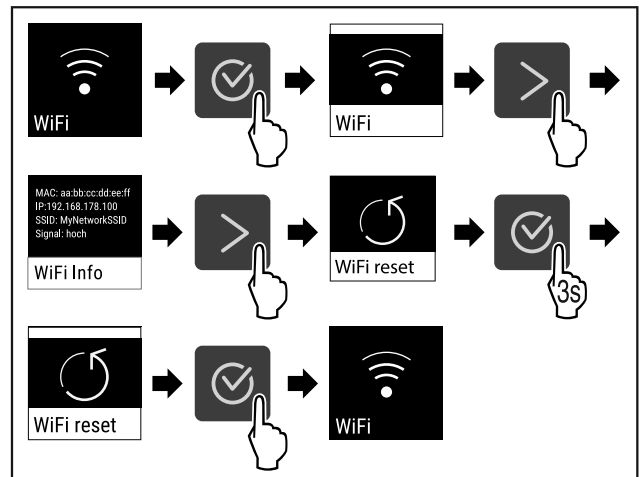

Fig. 78
- Proveďte akční kroky (viz Fig. 78).